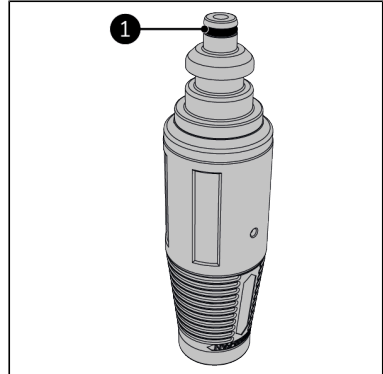

Figure 78.
2. Passez de la vaseline sur le joint torique de la buse (Figure 78, pos. 1).